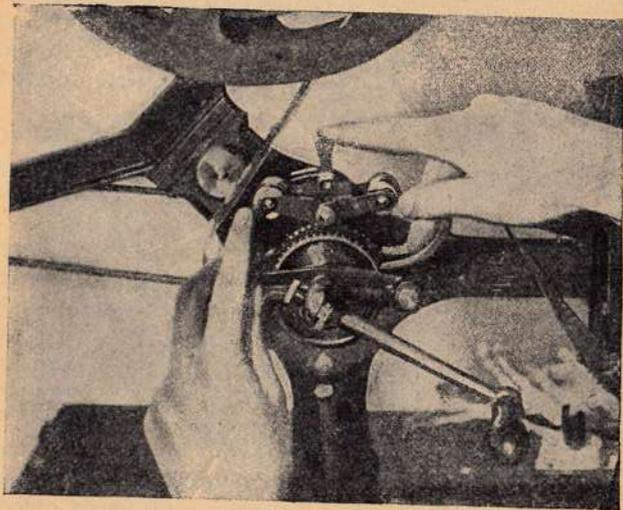

Рис. 21. Закладка фильма на барабан.
2) Поднять ролики на барабане нажатием рычажка вверх, а конец ленты размотать с метр и поместить ее на верх барабана (рис. 21) таким образом, чтобы зубцы барабана вошли с обеих сторон в отверстия ленты, после чего, придерживая ленту на барабане, опустить ролики (см. рис. 21) обратным движением рычажка.